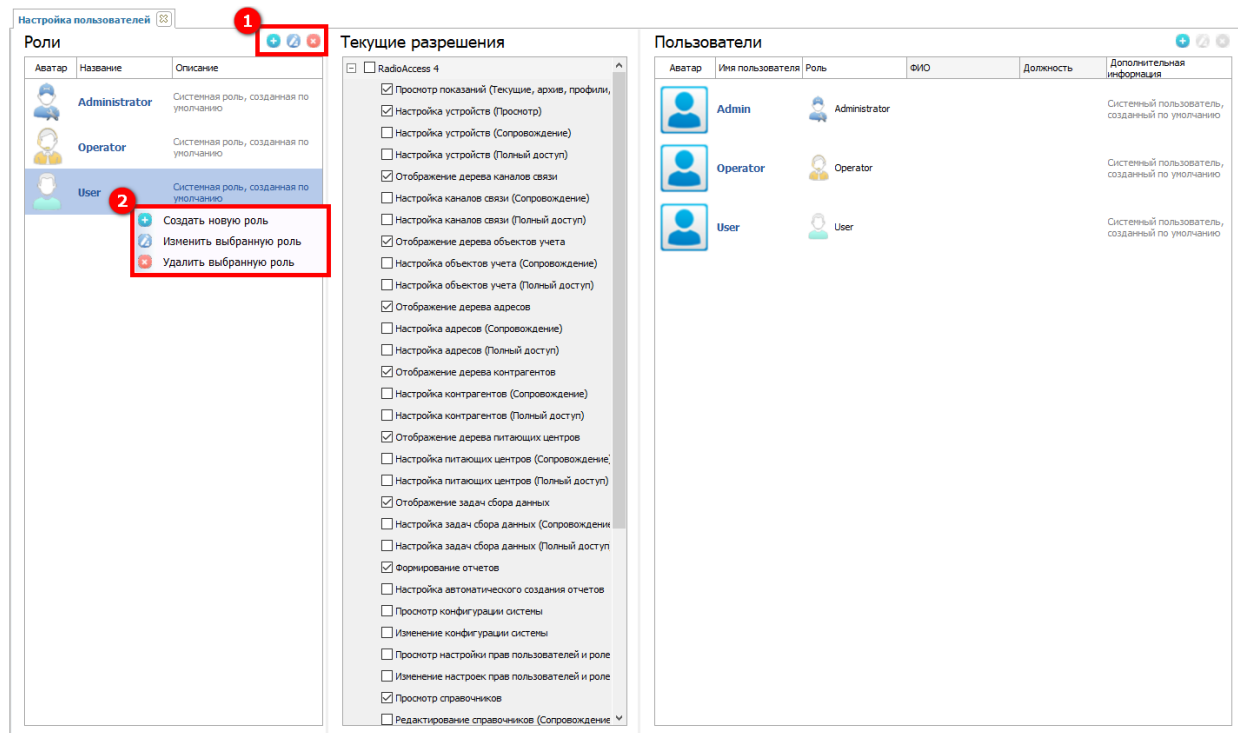

Рисунок 253 –Создание, изменение и удаление роли
Для этого необходимо воспользоваться кнопками в верхней части данной вкладки (1) (см. рисунок 253) или контекстным меню (2).
При необходимости внесения каких-либо изменений в параметры существующей роли или ее удаления необходимо в контекстном меню выбрать **Изменить выбранную роль** или **Удалить выбранную роль** (2) (см. рисунок 253), и внести соответствующие изменения или удаление. Также можно воспользоваться кнопками для редактирования или удаления (1).